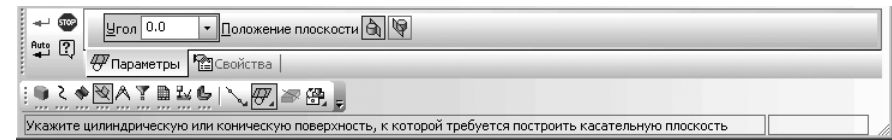

Рис. 8.19. Панель свойств: **Касательная плоскость**. Компактная панель и строка сообщений
- переместите указатель мыши с нажатой левой кнопкой мыши на кнопку **Касательная плоскость** и отпустите кнопку мыши. Появится **Панель свойств: Касательная плоскость**, показанная на рис. 8.19.